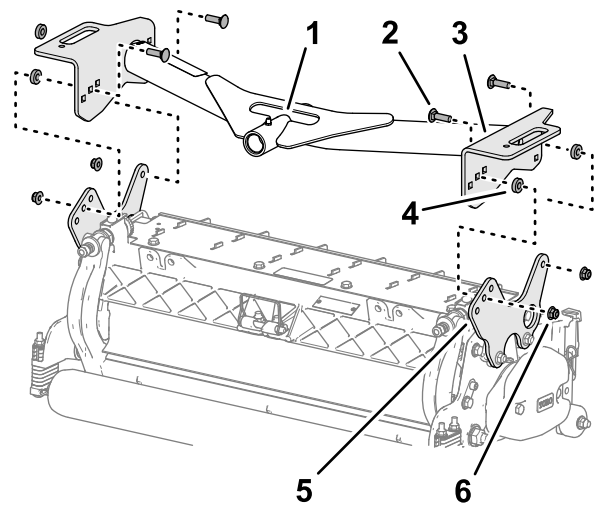

Bild 19
- Richten Sie die Löcher in den Platten des vorderen Trägersrahmens auf die Löcher in den Montageplatten des Mähwerks aus (**Bild 19**).
- Legen Sie ein Distanzstück zwischen der Trägerplatte und der Montageplatte ein (**Bild 19**) und befestigen Sie die Platten und das Distanzstück lose mit einer Schlossschraube ($\frac{3}{8}$ " x $1\frac{1}{4}$ ") und einer Sicherungsbundmutter ($\frac{3}{8}$ ").